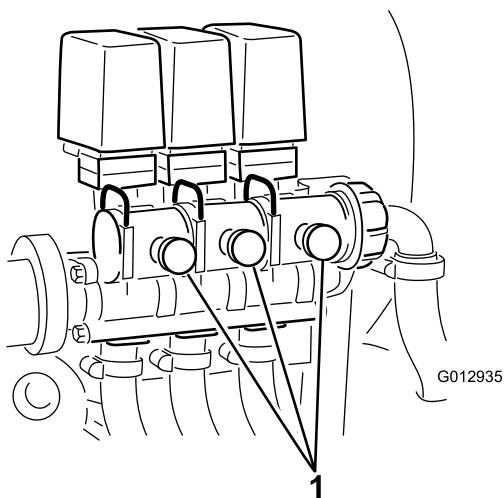

Figure 21
10. Réglez la vanne de dérivation de rampe (Figure 21) située sur l'arrière du distributeur de commande de la rampe que vous avez mise hors service jusqu'à ce que la valeur indiquée au manomètre soit la même qu'au point 7.